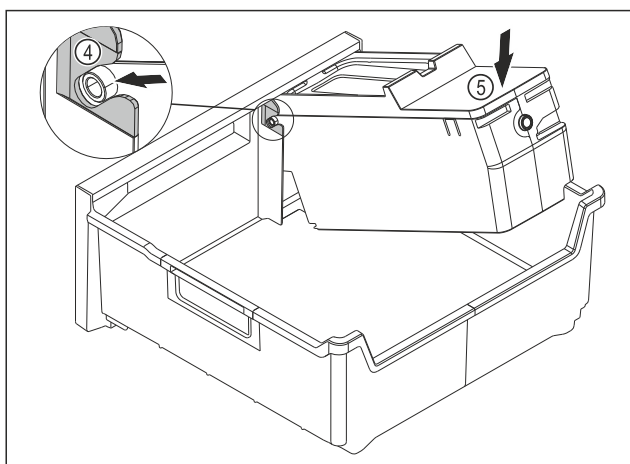

Fig. 246
- ▶ Montați corpul EasyTwist-Ice: Inserați axele corpului EasyTwist-Ice în ghidaje Fig. 246 (4).
- ▶ Apăsăți corpul EasyTwist-Ice Fig. 246 (5) în spate în jos.